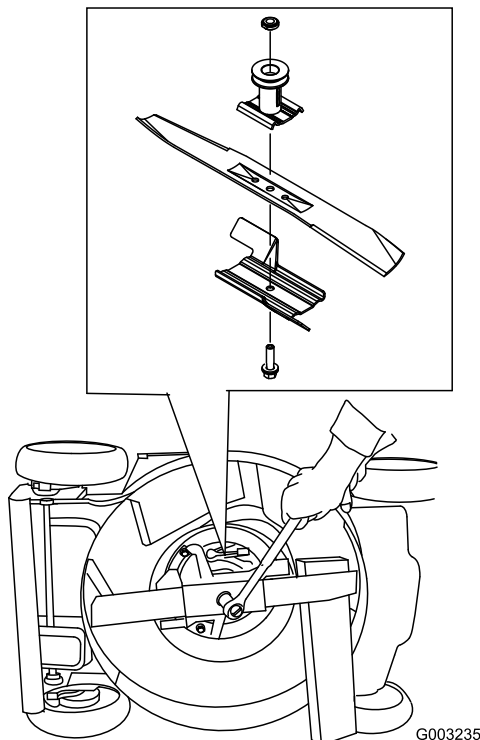

Figure 33
3. Immobilisez la lame avec un morceau de bois (Figure 33).